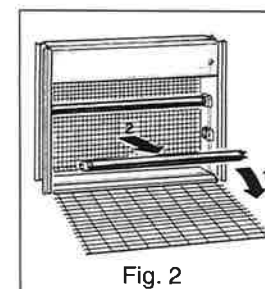

Fig. 2
2. Rimuovere le griglie nere di protezione (vedi Fig. 2), quindi sostituire le lampade.